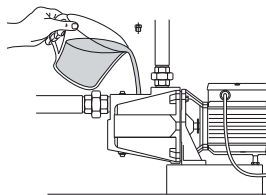

Рис. 2
8.11. Перед вводом в эксплуатацию и перед каждым включением, насосная часть электронасоса и всасывающая магистраль должны быть заполнены водой через заливное отверстие до его краев (рис. 2). После чего пробки заливных и сливных отверстий должны быть плотно закручены, но без приложения излишних усилий. При использовании обратного клапана на всасывающей магистрали, заполнение водой насосной части и самой магистрали перед каждым включением не обязательно. Необходимо лишь убедиться, что система заполнена водой и нет утечек.